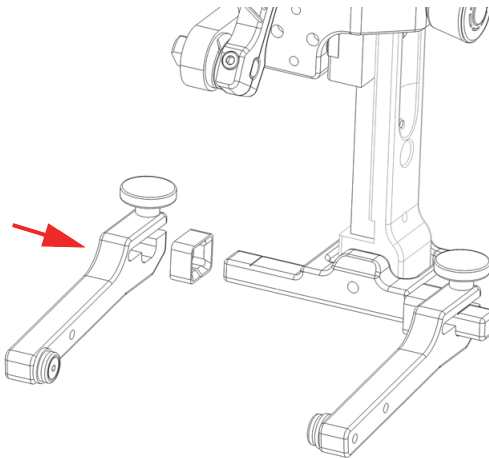

Figura 2-16 Nueva instalación de brazos de horquilla
3. Deslice nuevamente los brazos de horquilla en la viga pivotante de horquilla, y asegúrese de que estén fijos en su lugar gracias a los tornillos de apriete manual de los brazos de horquilla (ver Figura 2-16 en la página 52).